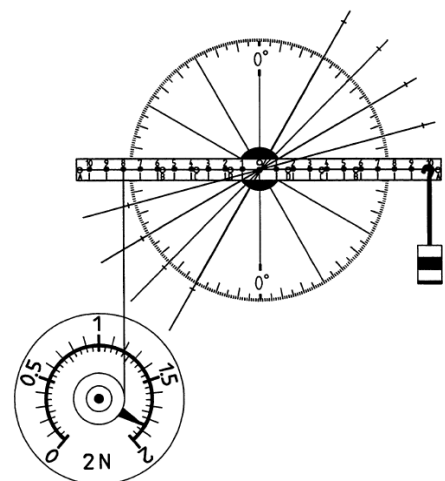

Abb. 2: Versuchsaufbau
- Zeichne mit Hilfe des Maßstabes Linien durch den Mittelpunkt der Scheibe, die mit der waagerechten Linie Winkel von 15° , 30° , 45° und 60° bilden und - vom Mittelpunkt her gesehen - etwa 22 cm lang sind (vgl. Abb. 2).
- Verschiebe den Kraftmesser, bis der Hebel waagrecht steht und die Zugschnur des Kraftmessers senkrecht zum Hebel verläuft (Abb.2).